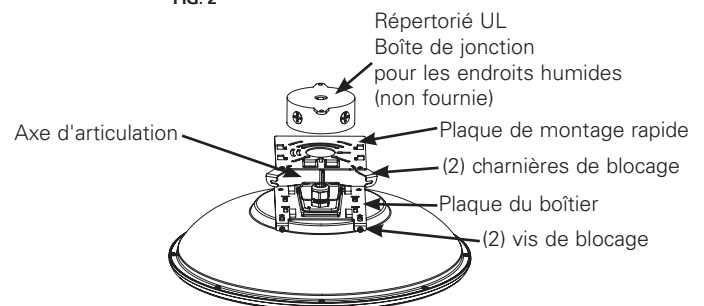

FIG. 3
3. Unhook quick mount plate from the wire hinge (FIG. 3).
3. Décrochez la plaque de montage rapide de l'axe d'articulation (**FIG. 3**).
3. Desenganche la placa de montaje rápido de la bisagra con cable (**FIG. 3**).